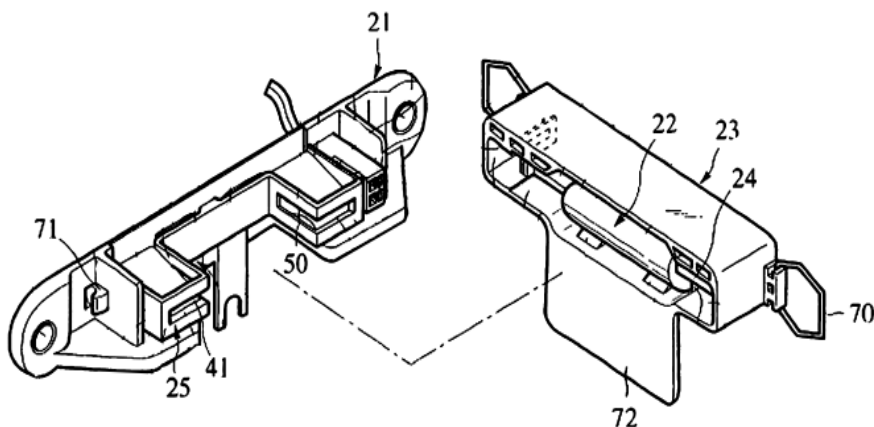

рис.6
**Устройство для разрыва мощной цепи** описано в патенте Японии 2000251611 (2002 г.). Устройство (рис.6) состоит из стационарной коробки 21, закрепляемой на приборе (не показан), и коробки предохранителя 23, в которой находится собственно предохранитель 22 с плоскими широкими выводами 24. При соединении коробок 21 и 23 выводы 24 попадают в вырезы 41 контактов 25 и 50. После этого на фиксаторы 71 надевают защелки 70. При разъединении коробок защелки 70 отсоединяют и коробку 23 снимают за выступ 72.